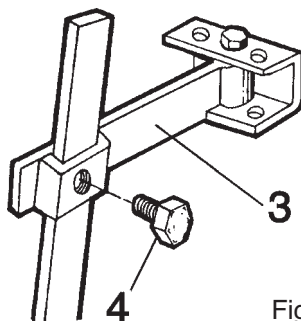

Fig. 4
MONTAGE DER HINTEREN DEICHELSEL (Abb. 4)
- Lockern Sie die Schraube 4, nehmen Sie die Einstellung vor, und befestigen Sie die Schraube wieder (Abb. 4).